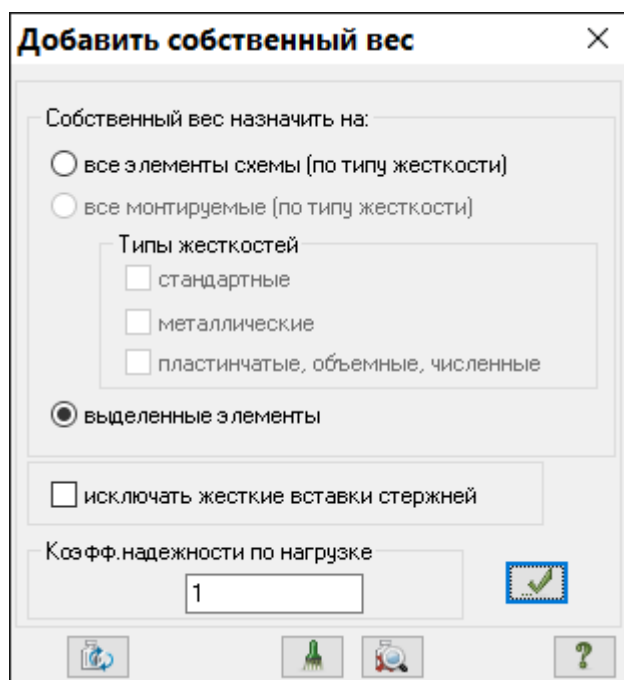

Рис.10.15. Диалоговое окно **Добавить собственный вес**
- Для задания нагрузки от собственного веса элементов основания, щелчком по кнопке  – **Добавить собственный вес** (панель **Нагрузки** на вкладке **Создание и редактирование**) вызовите диалоговое окно **Добавить собственный вес** (рис.10.15).